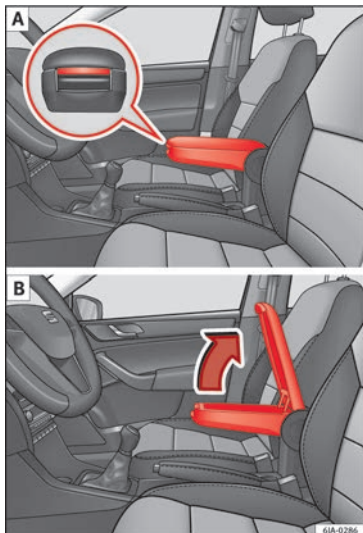

Fig. 143 Accouder/ouvrir et fermer le rangement.
- Appuyez sur la touche située à l'avant de l'accouder » fig. 143 - [A].
- Soulevez la trappe du rangement » fig. 143 - [B].